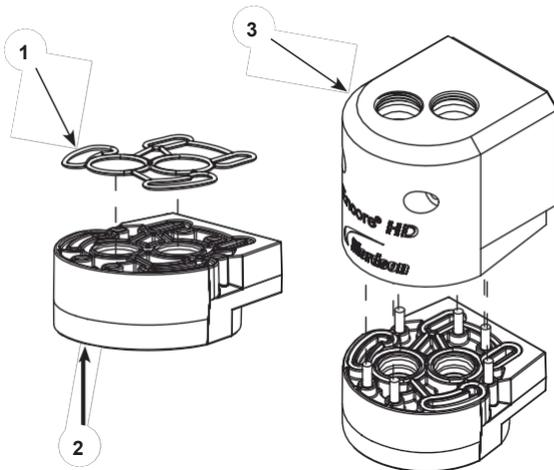

図 22 下部 Y ブロックとパージマニホルドの組み立て
1. 図 22 を参照してください。カスタマイズされた O リング (1) を図のように上部 Y ブロック (2) に入れ、付属のハードウェアで上部 Y ブロックをパージマニホールハウジング (3) に固定します。